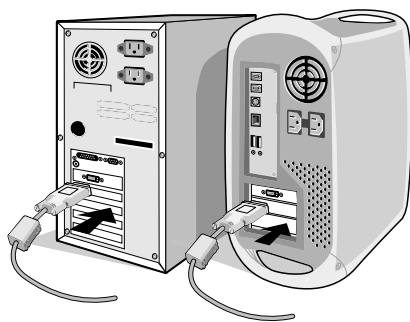

Figure A.1
2. **Pour un PC ou un Mac équipé d'une sortie numérique DVI :** Branchez le câble signal DVI (non inclus) au connecteur de la carte graphique de votre système (**Figure A.1**). Serrez toutes les vis.